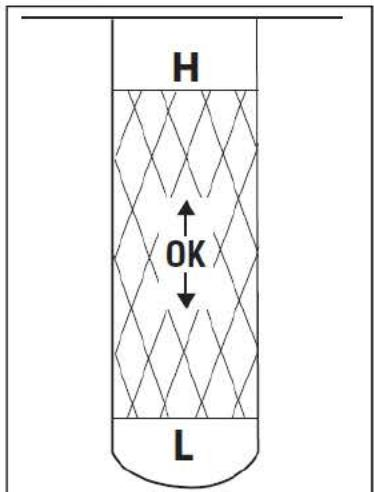

Figur 11
1. Avlägsna påfyllningslocket/oljemätstickan. Torka oljemätstickan ren. Se figur 11.